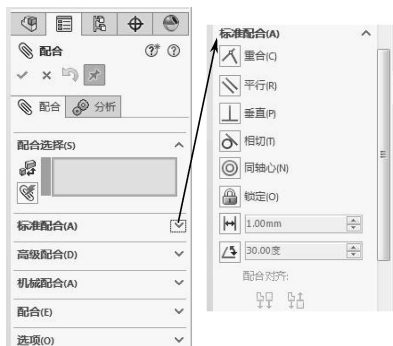

图 10-14 “配合”属性管理器
- 03** 单击“装配体”工具栏中的“配合”按钮, 或者选择“工具”→“配合”命令, 系统弹出如图 10-14 所示的“配合”属性管理器。
- 04** 在图形区中的零部件上选择要配合的实体, 所选实体会显示在“要配合实体”列表框中, 如图 10-14 所示。